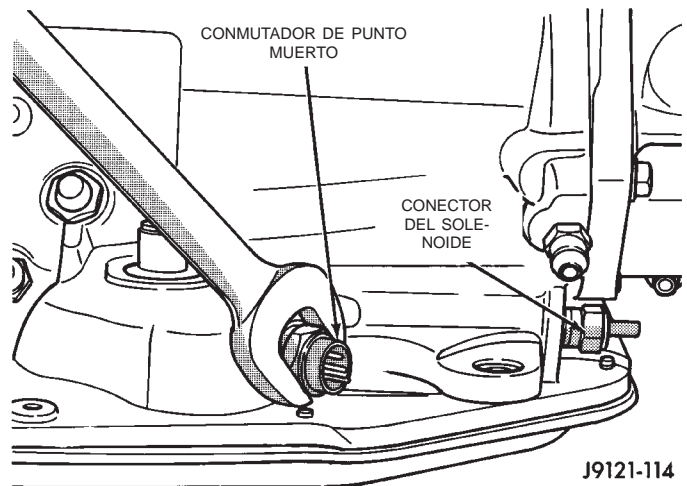
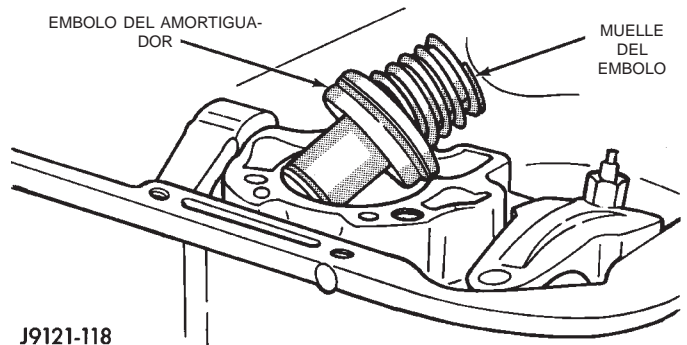

Fig. 70 Conmutador de posición estacionamiento y punto muerto
Fig. 71 Embolo y muelle del acumulador
(9) Retire el conmutador de posición estacionamiento y punto muerto y la junta (Fig. 70).
(10) Retire el cuerpo de válvulas.
(11) Retire el muelle y el émbolo del acumulador (Fig. 71).